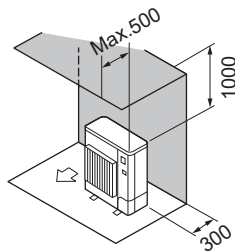

Abb. 2-4
- ② Hindernisse nur auf der Rück- und Oberseite (Abb. 2-4)